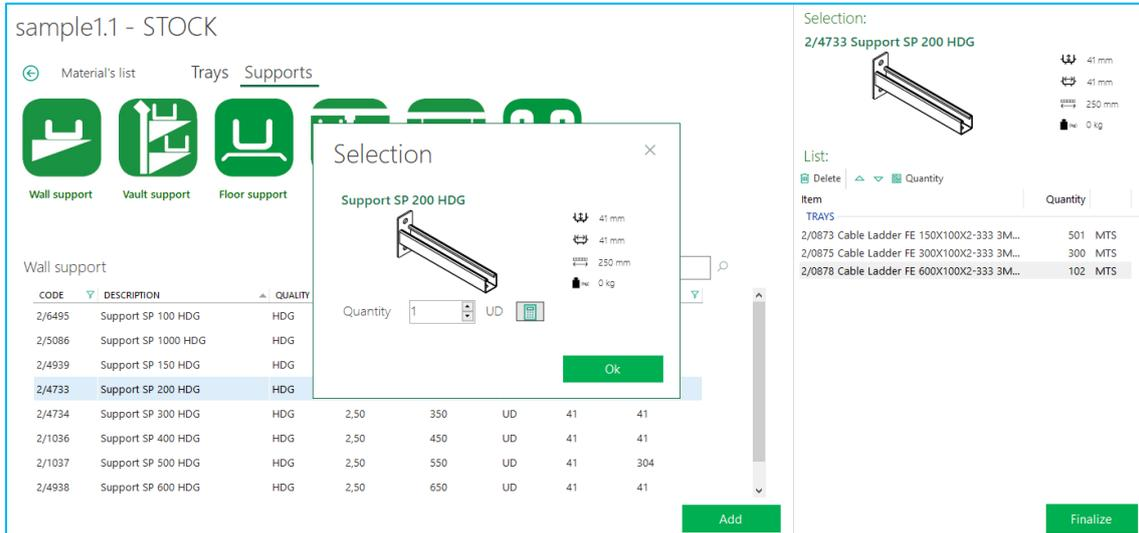

Ilustración 9
- indicar la cantidad* en la ventana emergente (Ilustración 9)